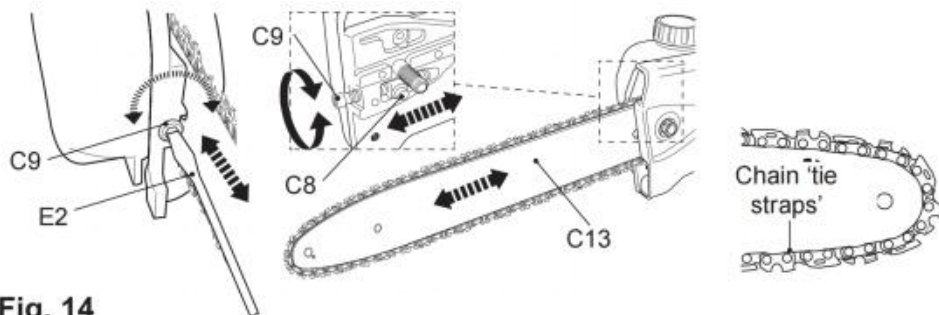

Fig. 14
- 3) Drehen Sie die Spannschraube (C9) im Uhrzeigersinn oder gegen den Uhrzeigersinn, um den Spannstift (C8) / die Führungsschiene (C13) einzustellen, bis die Kettenbinder gerade die Unterkante der Führungsschiene berühren (Abb. 14).